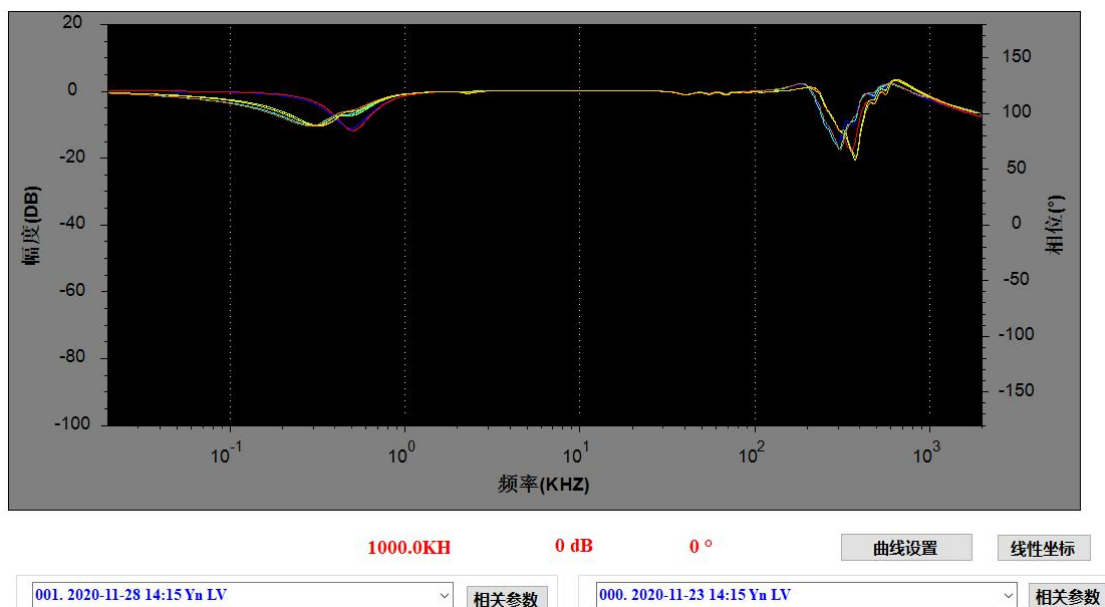

图 4.25 多组数据界面
(7) 读取多组数据后，点击左边下拉栏，选择需要对比的数据：如图 4.25 所示
(001.2020-11.28 14:15 Yn LV),如果存在与所选数据相同类型的数据(Yn LV 以及测试频段均为一致),此时在右边下拉栏会出现同类型的数据,如图 4.25 所示